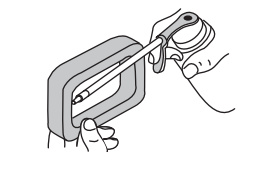

Fig. 28
- Aplique suficiente aceite limpio de motor SAE 30 para recubrir ligeramente el filtro (Fig. 28).